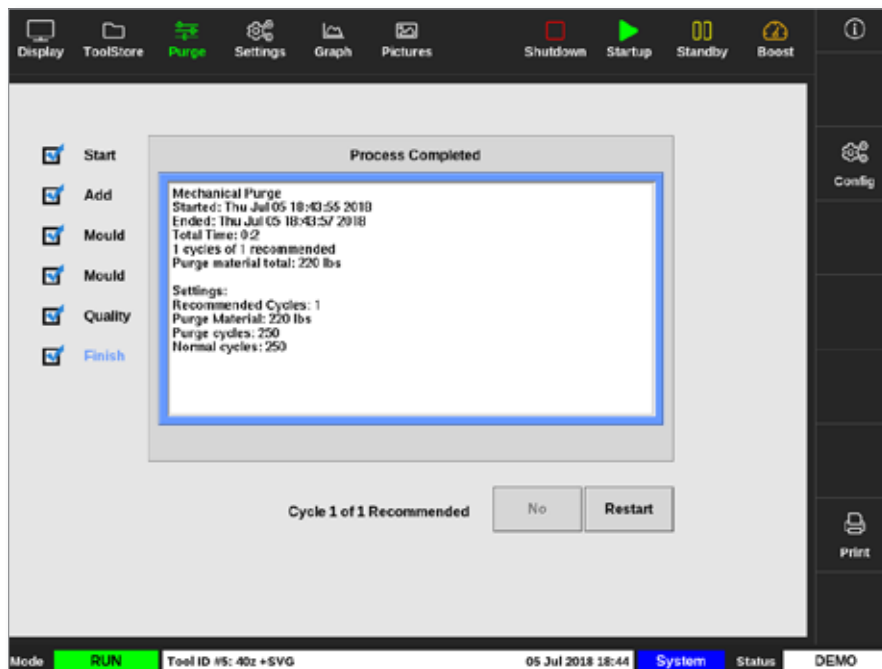

Figura 6-9 Pantalla de resumen de purga mecánica de purga
- Finalizar: el sistema muestra una pantalla de resumen. Consulte la Figura 6-9.